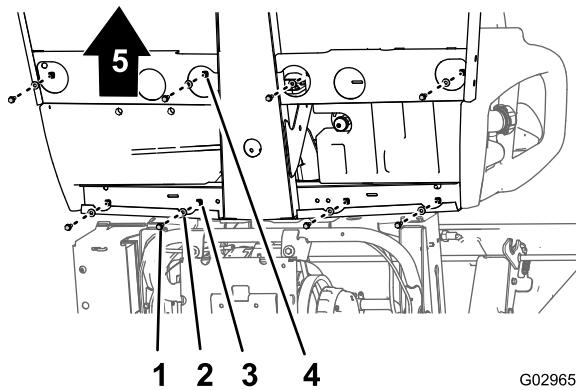

Bild 42
1. Entfernen Sie an der Unterseite der Maschine die acht Bundkopfschrauben und acht Scheiben, mit denen das Sitzunterteil an der Bodenplatte und dem hinteren Kabinenkanal befestigt ist (Bild 42).
2. Nehmen Sie die Sitze, das Sitzunterteil und die Feststellbremszüge von der Maschine ab (Bild 42).
1. Setzen Sie die Sitze und das Sitzunterteil auf die Maschine und fluchten Sie die Bremszüge mit dem Chassis aus (Bild 42 und Bild 43).
2. Fluchten Sie die Löcher im Sitzunterteil mit den Löchern in der Bodenplatte und dem hinteren Kabinenkanal aus (Bild 42 und Bild 43).